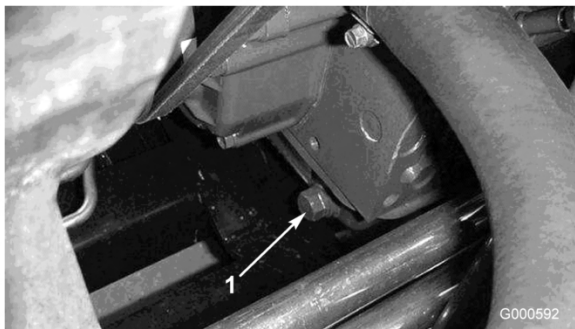

Figura 32
1. Togliete il tappo di spurgo posteriore (Figura 32) e lasciate defluire l'olio in una bacinella. Quando l'olio cessa di defluire, rimontate il tappo.